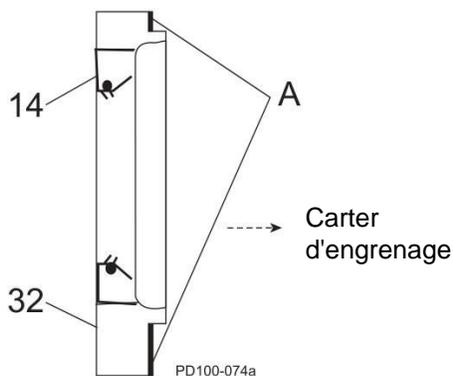

Figure 58 - Installation du dispositif de retenue du roulement
18. Enduisez les brides de retenue de mastic silicone (figure 58, élément A). (Un ruban d'étanchéité Gore-Tex® peut être utilisé sur les modèles sans silicone.) La garniture au lubrifiant (élément 14) doit affleurer l'avant du dispositif de retenue du roulement. Sur les modèles 030, la garniture au lubrifiant se trouve contre l'échelon du diamètre intérieur du dispositif de retenue.
19. Installez les dispositifs de retenue du roulement (figure 58, élément 32).